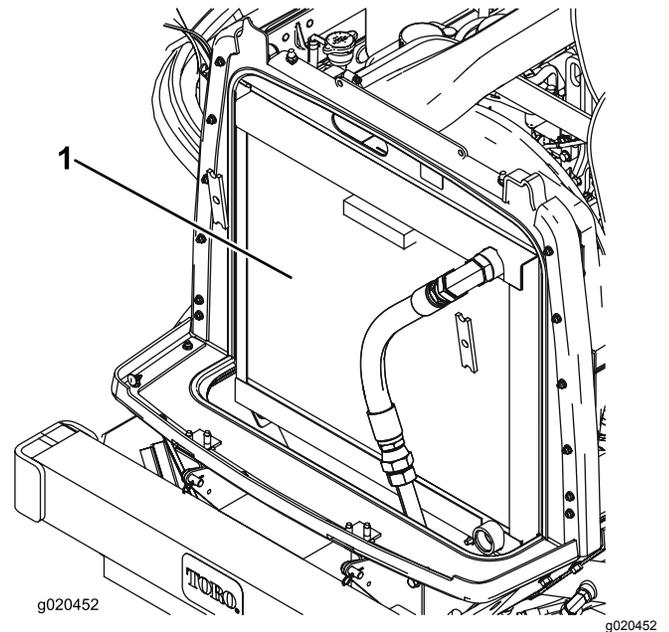

Figura 92
2. Limpie a fondo ambos lados de la zona del radiador/enfriador de aceite (Figura 92) con aire comprimido. Empezando en la parte del ventilador, sople los residuos hacia la parte trasera. Luego, limpie desde atrás, soplando los residuos hacia adelante. Repita este procedimiento varias veces hasta eliminar todos los residuos.